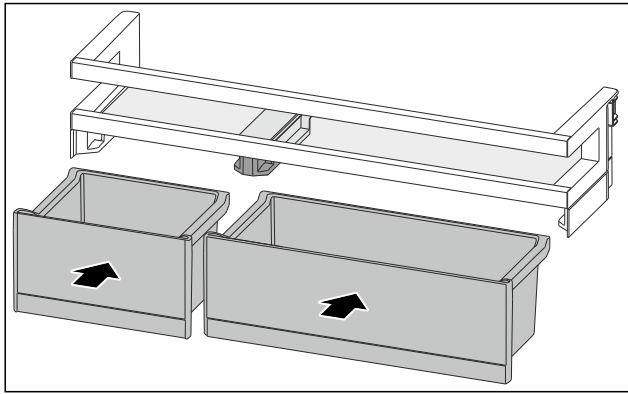

Fig. 225
- Вставте контейнери VarioBox у змінні положення. (див. Fig. 225)